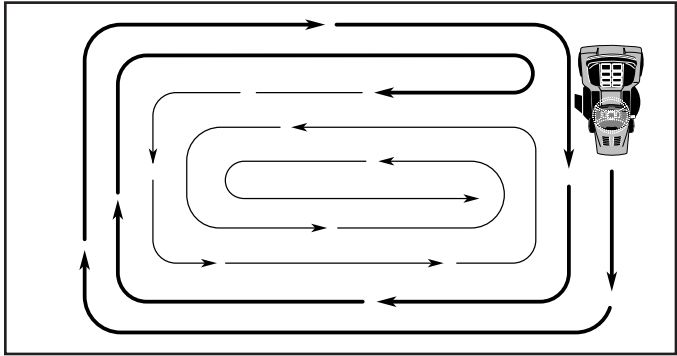

FIG. 7
- Pour tondre une grande surface, on vous conseille de commencer par tourner à droite, de façon à ce que l'herbe ne soit pas déversée sur les arbustes, les clôtures, les allées, etc. Après un ou deux tours, tondez en sens inverse en tournant à gauche jusqu'à ce que le travail soit achevé (Voir la Fig. 7).